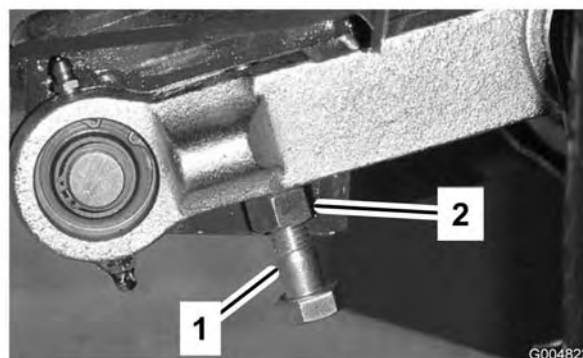

Figure 25
3. Pour ajuster la distance, trouvez le boulon sur la bielle de pivot arrière du plateau de coupe (Figure 25). Desserrez l'écrou de blocage sur le boulon de réglage. Desserrez ou serrez les boulons de réglage pour obtenir un écartement